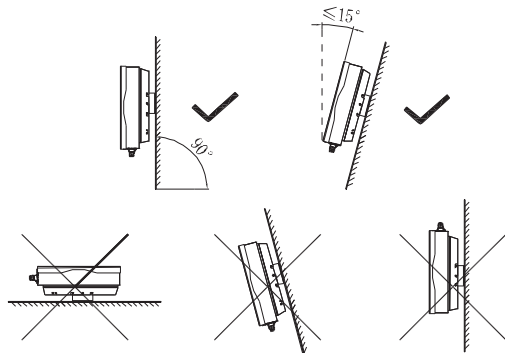

图3.1
- G、逆变器可以安装在垂直或向后倾斜的平面上，请参考下图3.1：